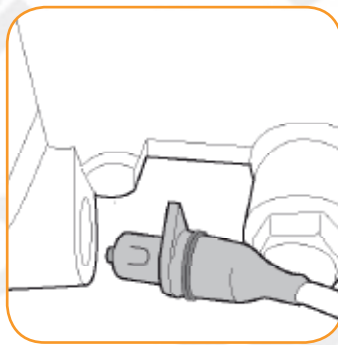

fig. 2.5
3. Draai de remsensor een kwartslag en trek hem uit de hendel (fig. 2.5)